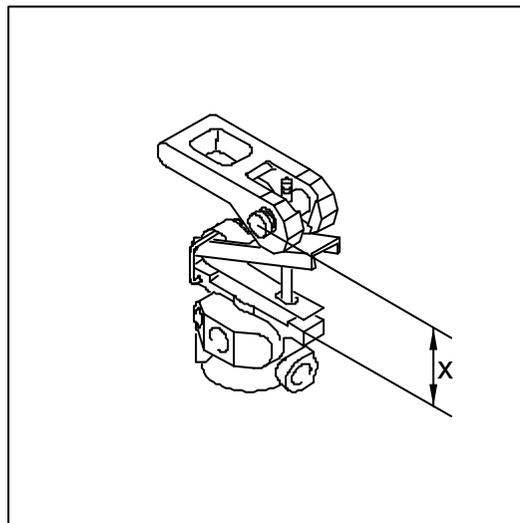

Fig. 2
- À régler la tige du limiteur (Fig. 2) à la côte **X= 45 mm** représentant la position standard avec le meilleur compromis de limitation des freins sur l'arrière,
- À cette plage de réglage peut être déplacée en vissant ou en dévissant la tige filetée du levier, sachant que le freinage sur l'arrière sera augmenté en diminuant la côte **X** (Fig. 2).